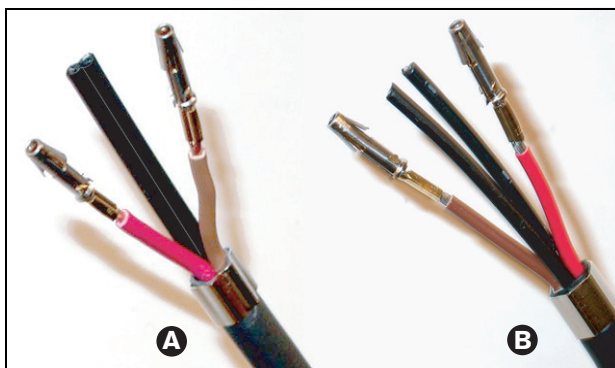

figura 30.15: Collegamento dei contatti della presa
- 12 Ripetere i passi 10 e 11 per gli altri conduttori di rame spelati. Vedere la figura 30.15 per il risultato di questa parte della procedura di montaggio del connettore sul cavo.